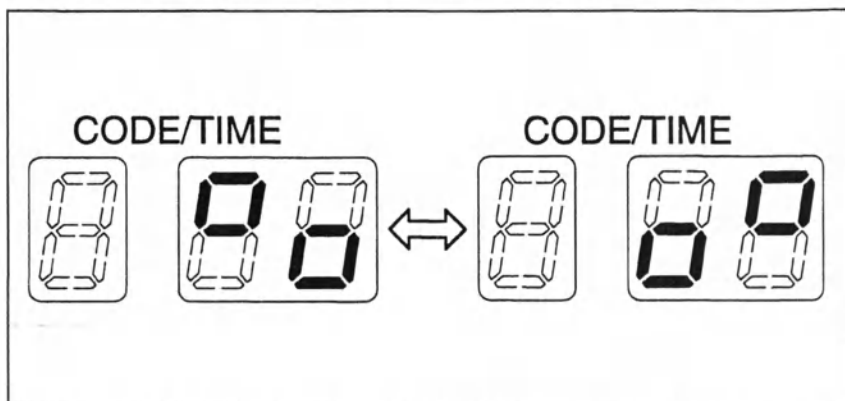

Рис. 4.50
8. При коротких зуммерных сигналах на дисплее «CODE/TIME» отображаются чередующиеся знаки [□] и [▣], что является показателем смешивания дезинфицирующего раствора (см. рис. 4.50).